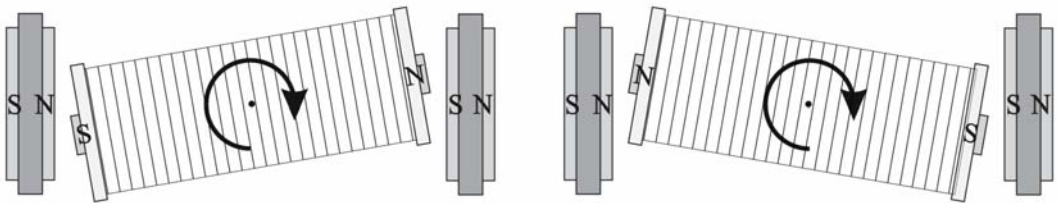

Figura 6. Atracción y repulsión alternativa según la posición de la bobina.
En la Figura 6 se muestra como usar estas propiedades para construir un motor. Los imanes permanentes están fijos y paralelos de modo que el polo magnético Norte (N) de uno de ellos se enfrenta al polo magnético Sur (S) del otro. El electroimán puede girar alrededor de un eje perpendicular al eje de la bobina por su centro, eje que en la figura es perpendicular al papel por el punto central. En la parte izquierda de la figura el polo S del electroimán es atraído por el N del imán de la izquierda y el N por el S del imán de la derecha. Esto hace girar el electroimán en el sentido indicado por la flecha central. Si se invierte la corriente del electroimán cuando éste pasa por la posición horizontal, sus polos magnéticos se invierten pasando a ser los de la parte derecha de la figura. Ahora se produce una repulsión que tiende a alejar los polos del electroimán de los iguales de los imanes, lo que refuerza la rotación en el sentido previo. Esta configuración de polos se mantiene hasta que, por el impulso adquirido, el electroimán completa media vuelta.
Pueden usarse parlantes descartados por mal funcionamiento, ya que sus imanes no pierden sus propiedades magnéticas. Si se compran, conviene elegir un par cuyas polarizaciones magnéticas sean opuestas, para lo que basta verificar que sus partes traseras (las que se enfrentarán al rotor) se atraigan. Si ya se tienen dos parlantes cuyas partes traseras se repelen, hay que desmontar con cuidado el anillo magnético de uno de ellos y darlo vuelta, sujetándolo nuevamente con resina epoxi. Usualmente están montados con una resina frágil que se desprende si se deforma levemente el recipiente en que están embutidos. El diagrama de la Figura 6 muestra la distribución de polos magnéticos que debe tener el motor para funcionar correctamente. Si el imán con su entrehierro (la pieza metálica que va dentro del anillo de material magnético) no pueden separarse del parlante, hay que recortar su soporte metálico de modo de conservar sólo estas dos partes.